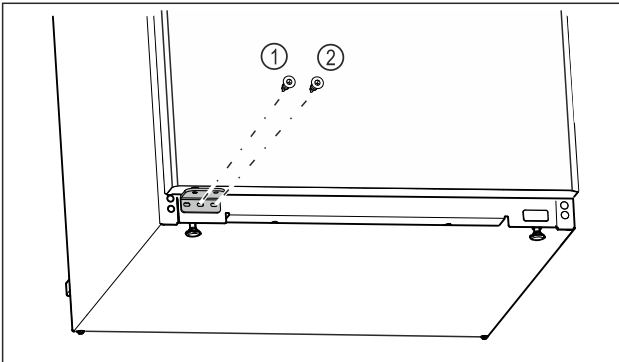

Fig. 18
- ▶ Utáhněte prostřední šroub stojanu ložiska Fig. 18 (1) šroubovákem Torx 20.
- ▶ Utáhněte vnitřní šroub stojanu ložiska Fig. 18 (2) šroubovákem Torx 20.